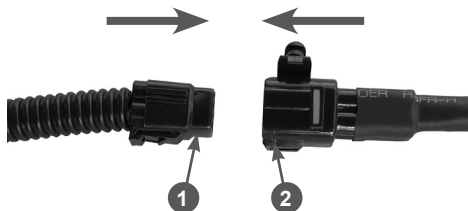

Рис. 22 Подключение электрооборудования панели
14. Соедините разъемы цепи питания фары и обогрева рукояток (Рис. 22).